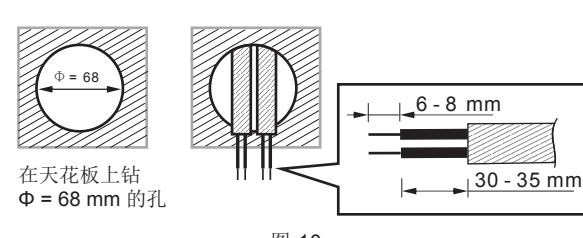

图 10
- 如要安装传感器，请在天花板上钻出直径 68 mm 的孔，并保持电源线在外。请将电缆包皮剥开 6 - 8 mm，用于接线（见图 10）。